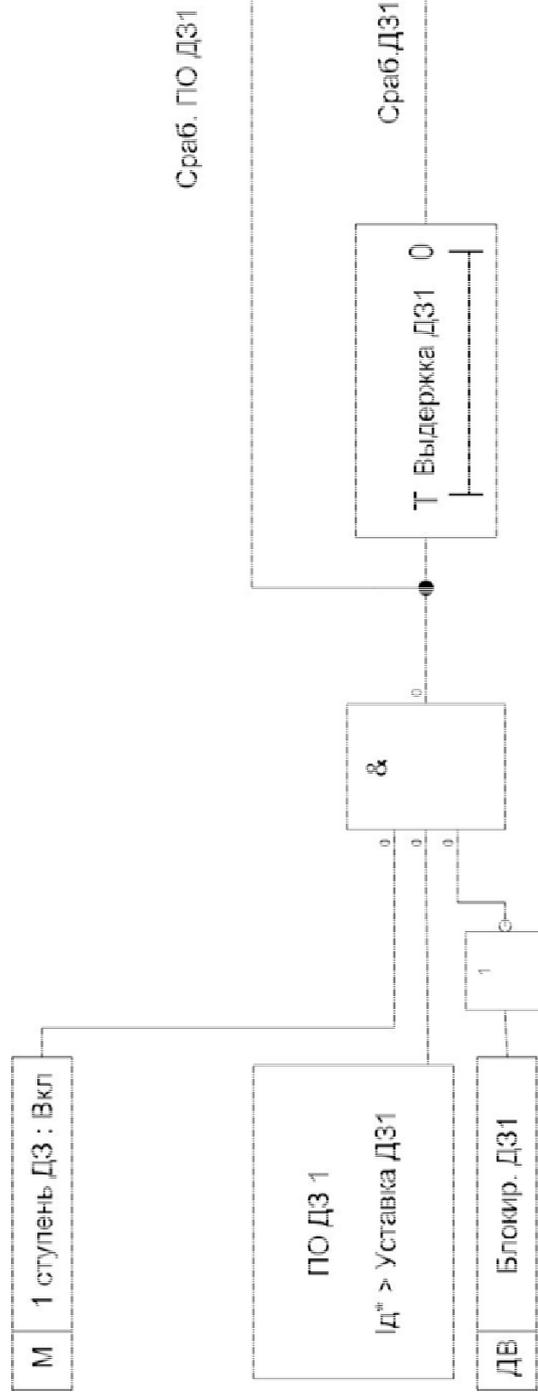

Рис. 3.2 Первая ступень дифференциальной защиты
3.1.8 Функциональная схема дифференциальной защиты показана на рис. 3.2 и 3.3. На функциональной схеме присутствуют следующие обозначения: